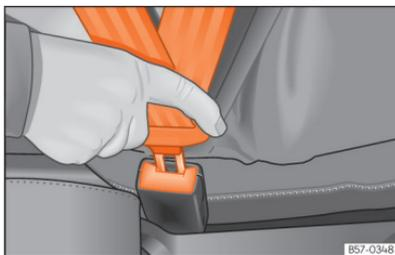

Fig. 23 Inserir a lingueta do cinto de segurança no fecho correspondente.
- Encaixe a lingueta no fecho do respetivo banco »» **Fig. 23.**